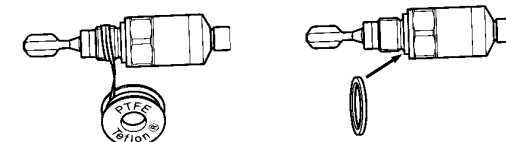

Рисунок 11
2.4.5 СУ с резьбовым креплением может уплотняться лентой ФУМ или специальным кольцом (см. рис. 11). СУ с фланцевым креплением устанавливается на прокладке из паронита или фторопласта.